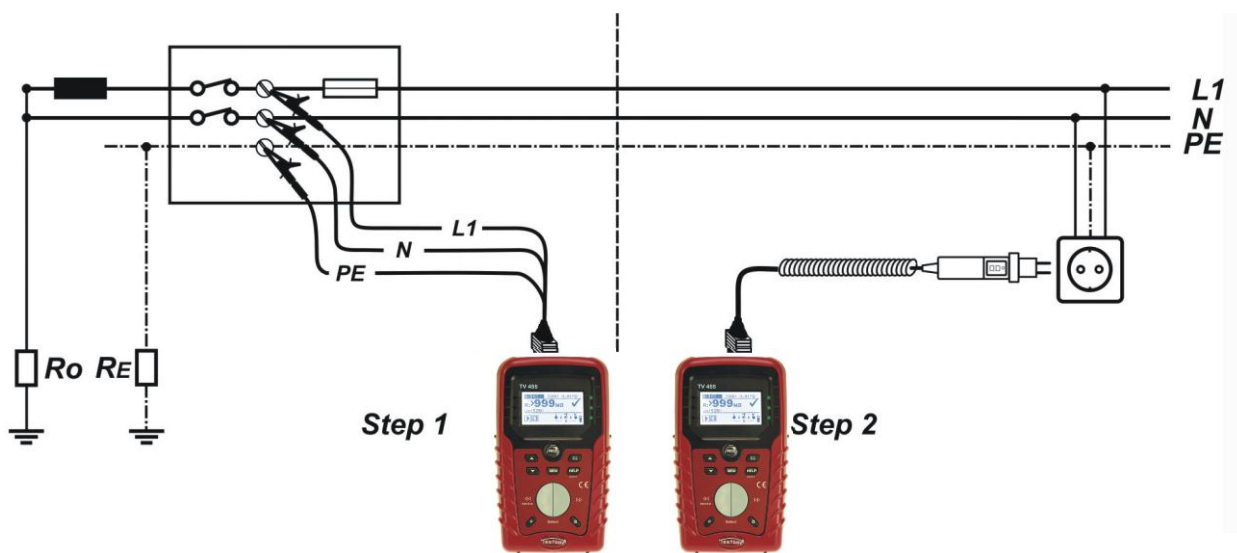

Bild 5.30: Spannungsfallmessung Phase-Nullleiter oder Phase-Phase – Anschluss des Plug Commanders (Netzsteckeradapter) und des Universalprüfkabels
- **Schließen** Sie die Prüflleitungen an der Referenzstelle **an** (siehe Bild 5.30).
- **Schließen** Sie die Prüflleitungen am Prüfling **an** (siehe Bild 5.30).